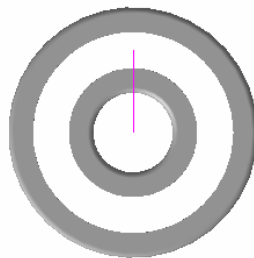

Рисунок 4.19 – Побудова відрізка
8. Побудуйте відрізок стилем лінії – **Основна** від початку координат, довжиною рівною обмірюваному радіусу, для чого введіть значення у відповідне поле **Довжина** панелі властивостей, натисніть клавішу **Enter** для фіксації цього значення й створіть об'єкт (рис. 4.19).